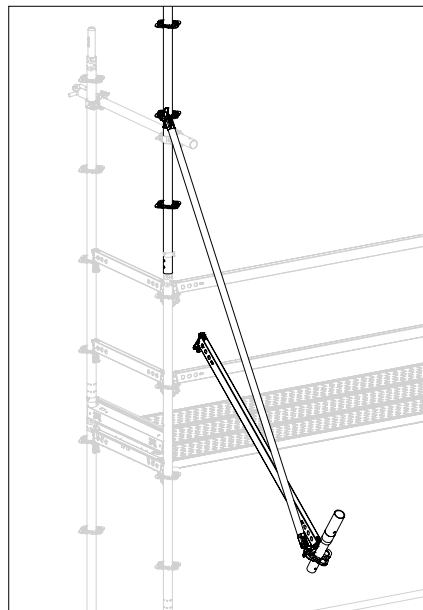

Abb. A4.03c
3. Horizontalriegel am freien Ende halten und andere Seite mit Basisstiel nach außen schwenken. (Abb. A4.03c)